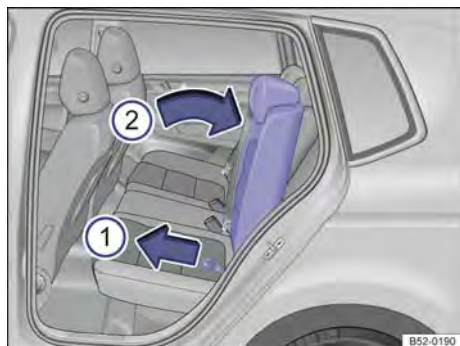

Fig. 87 Ajuste del respaldo del asiento trasero.
- Haga presión con una mano sobre el respaldo derecho o izquierdo del asiento y, al mismo tiempo, tire con la otra mano del lazo correspondiente → **fig. 87** ①.
- Lleve el respaldo con la mano a la posición deseada venciendo la resistencia que ofrece ②.